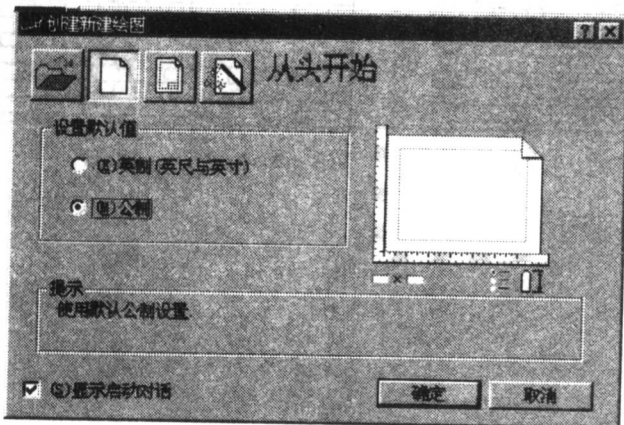

图 1-1-3 开始对话框
(1) 在菜单栏中单击“文件”，在其下拉菜单中单击“新建...”选项（也可以单击工具栏中的  按钮），得到如图 1-1-3 所示的对话框。一般选择“公制”，再单击“确定”。